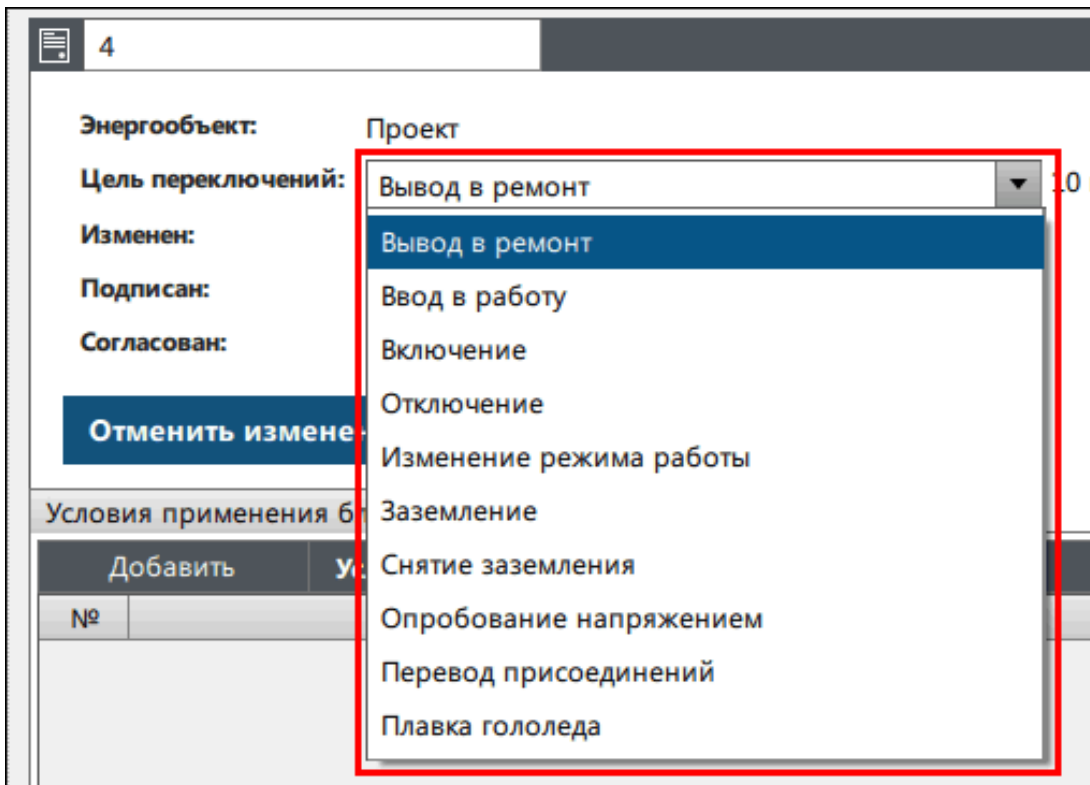

Рисунок 129 - Цель переключений
2. Выберите цель переключений из выпадающего списка (Рисунок 129).